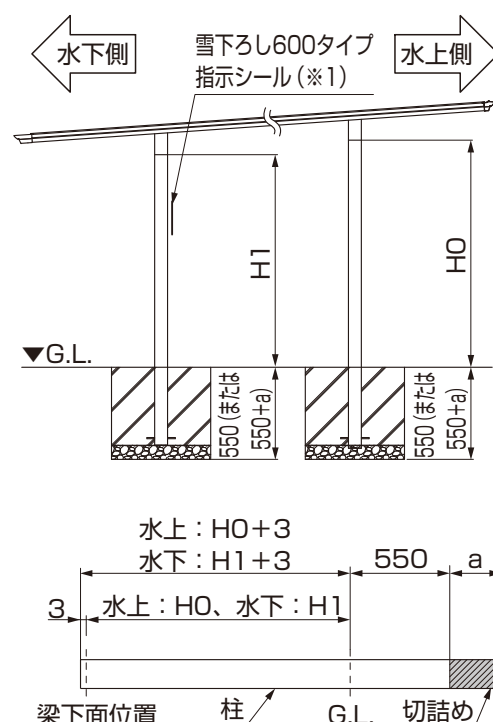
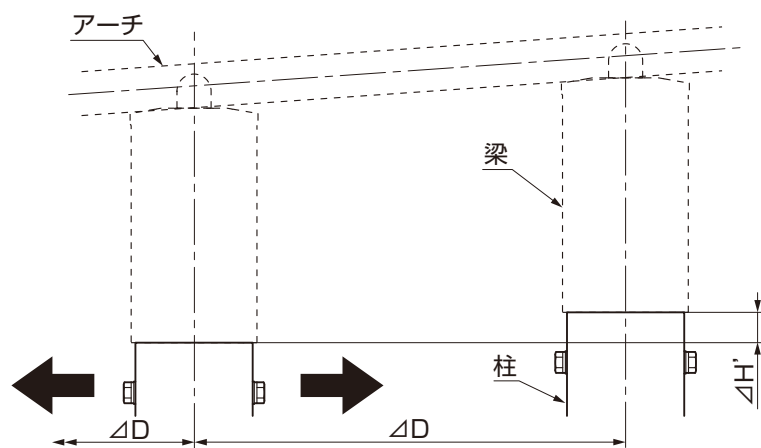

図2-2 柱の基礎埋込み寸法
図2-3 柱を移動する場合
- 柱のG.L.下の寸法が550を超える場合はa寸法を切詰めるか、柱の埋込み寸法aの値を加算してください。本体サイズ、屋根角度、柱の移動距離により550をこえる場合があります。(図2-2、図2-3、表2-1参照)